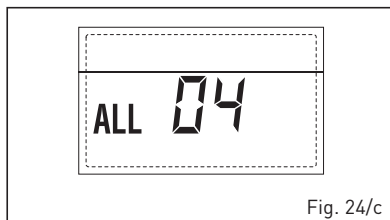

Fig. 24/c
- ANOMALIA SONDA RISCALDAMENTO "ALL 05" (fig. 24/d)